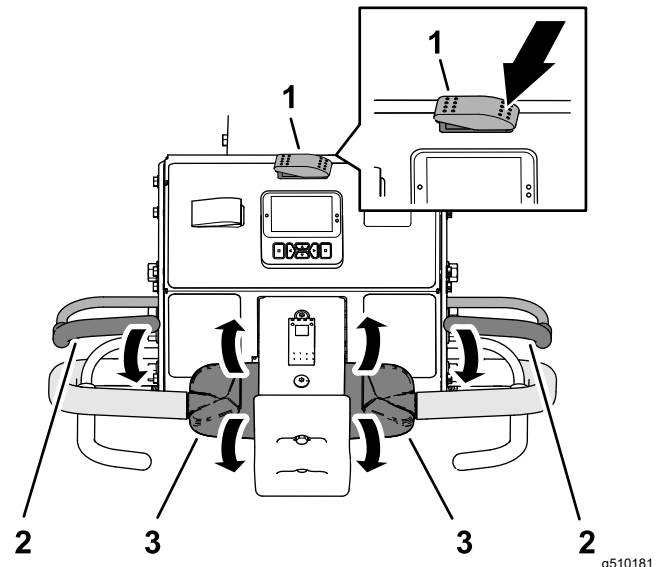

图 76
3. 将行驶/打孔开关的左侧按至行驶位置图 76。
5. 握住左侧或右侧手把和操作员到位把手图 76 将把手向手柄挤靠。